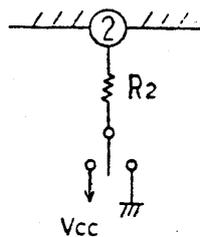

图 7
参看图7。由于通过②脚外接电阻  $R_2$ ，可以控制FM中放或AM混频器的偏置电